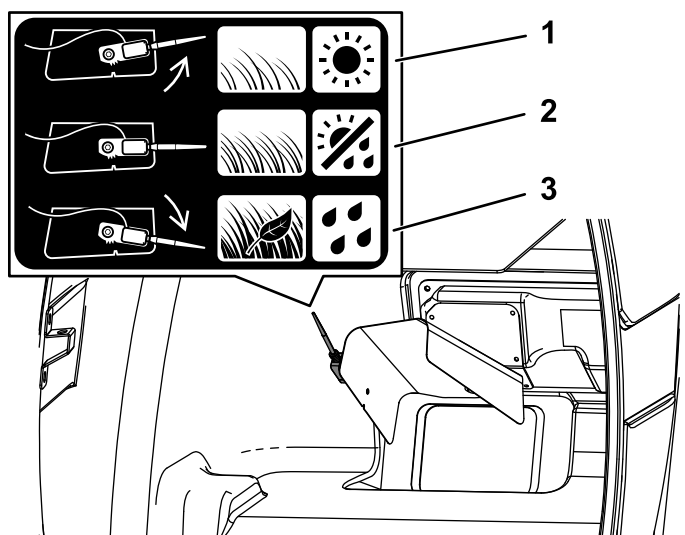

Figure 28
- Si les conditions météo et l'état de l'herbe sont normaux, tournez le capteur à la position intermédiaire (Figure 28).
- Si l'herbe est dense et humide, pour ramasser des feuilles ou si la trémie se remplit avant que le capteur soit activé, tournez le capteur vers le bas (Figure 28).
- Si l'herbe est clairsemée et sèche, ou si le plateau de coupe se désengage avant que la trémie soit pleine, tournez le capteur vers le haut (Figure 28).